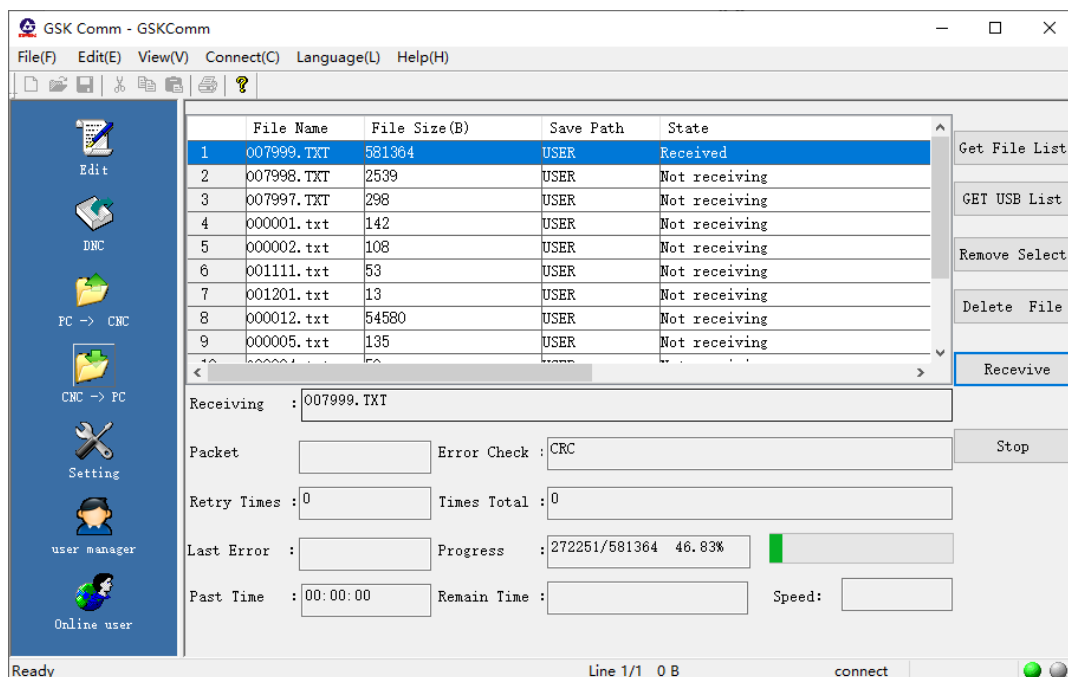

Figura 11-2-2-3
4. Elija el archivo a recibir (se pueden recibir múltiples archivos al mismo tiempo), y luego presione el botón **Receive**, aparecerá un cuadro de diálogo mediante el cual el usuario puede elegir la posición donde se guarda el archivo recibido, y comenzará a recibir el archivo, como se muestra en la figura 11-2-2-3.
5. Una vez recibido el archivo, aparecerá “recibido” en la barra de estado del ítem de lista de archivos. Como se muestra en la figura 11-2-2-4.